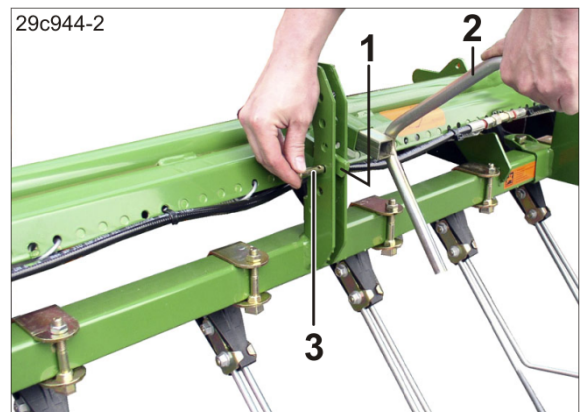

Fig. 165
1. Den Hebel (Fig. 165/1) mit der Verlängerung (Fig. 165/2) spannen.
2. Den Bolzen (Fig. 165/3) in eine Bohrung unterhalb des Hebels stecken.